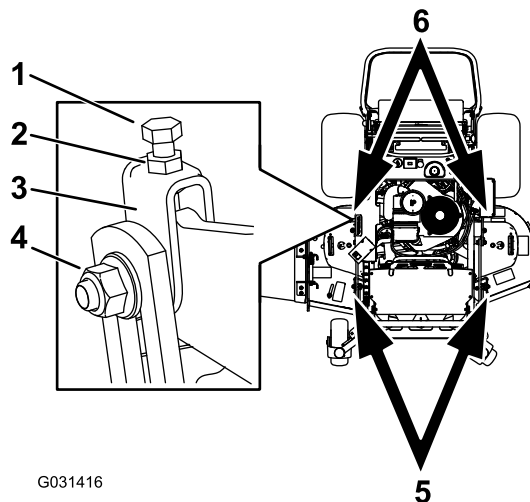

Figura 83
1. Allentate il controdado e il bullone laterale nelle forcelle che desiderate regolare (Figura 83).
2. Ruotate il bullone superiore delle forcelle per regolare l'altezza del piatto di taglio (Figura 83).
5. Se la misurazione non è corretta, individuate le 2 forcelle anteriori sulla macchina (Figura 83).